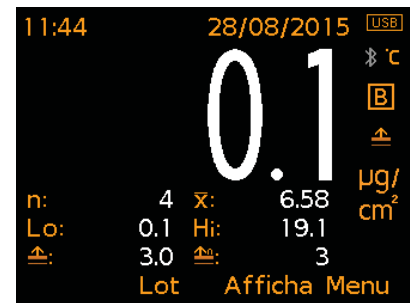

Fig. 3: Mesures x1 & Statistiques sélectionnées
- Statistiques sélectionnées (Fig. 3) :** vous pouvez sélectionner et afficher un maximum de 8 paramètres statistiques dans Afficha/Statistiques/Sélectionner Stats. A choisir parmi :